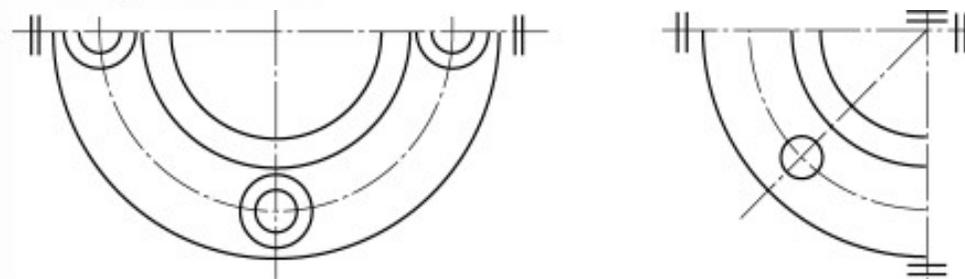

图 4-51 对称机件的简化画法
- ❖ (8) 在不致引起误解时，对于对称的视图可只画一半或四分之一，并在对称中心线的两端画出两条与其垂直的平行细实线，如图 4-51 所示。